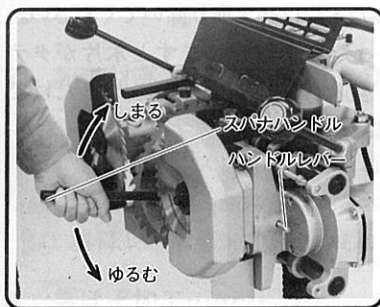

図 20
- (1) スピンドルを付属のハンドルレバーで固定します。(図20)
- (2) 付属のL形レンチを付属のスパナハンドルにさし込み、のこ刃取付けねじに取付けます。
- (3) スパナハンドルを両のこ刃で締付けます。
(4) スパナハンドルをのこ刃の回転方向にまわし、ねじをゆるめます。右側ののこ刃は左ねじ、左側ののこ刃は右ねじです。
(5) のこ刃を開きL形レンチでねじをはずします。